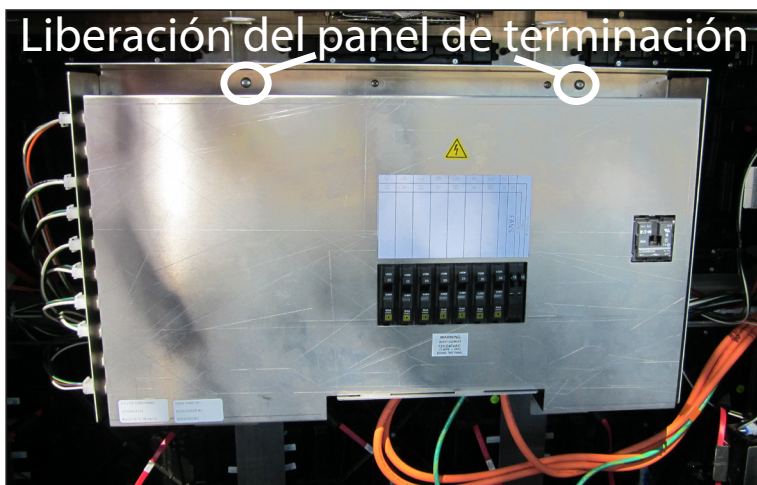

Figura 10: Panel de terminación
1. Ubique los dos tornillos de liberación a lo largo de la parte superior del panel de terminación. Consulte la **Figura 10**.